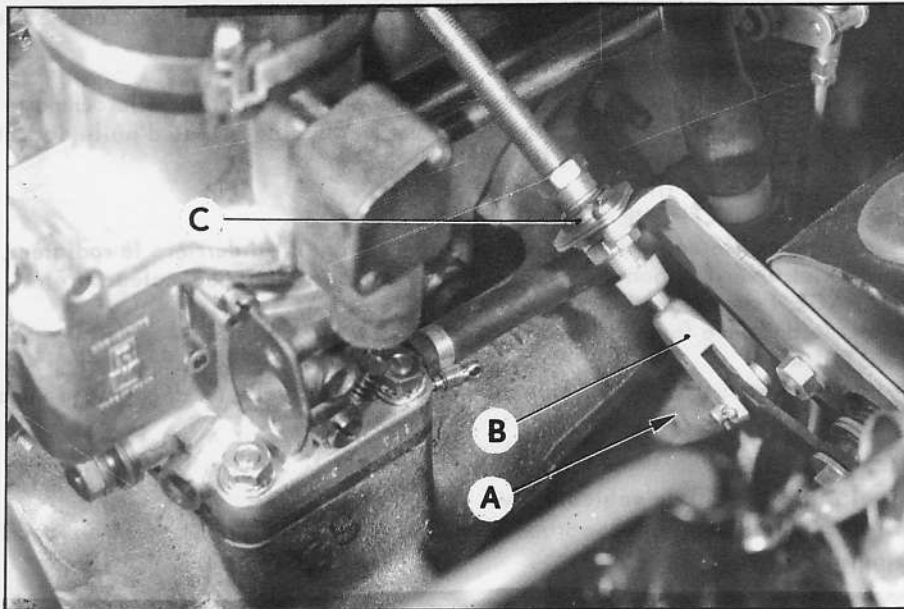
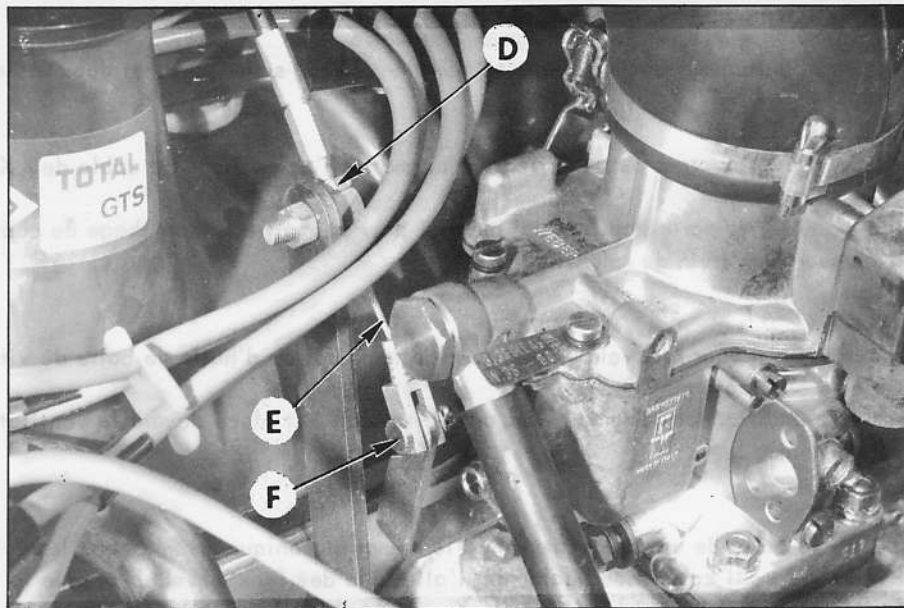

Fig. 1
Fig. 2
3. Réglage des câbles de commande : (voir Fig. 1 et Fig. 2)